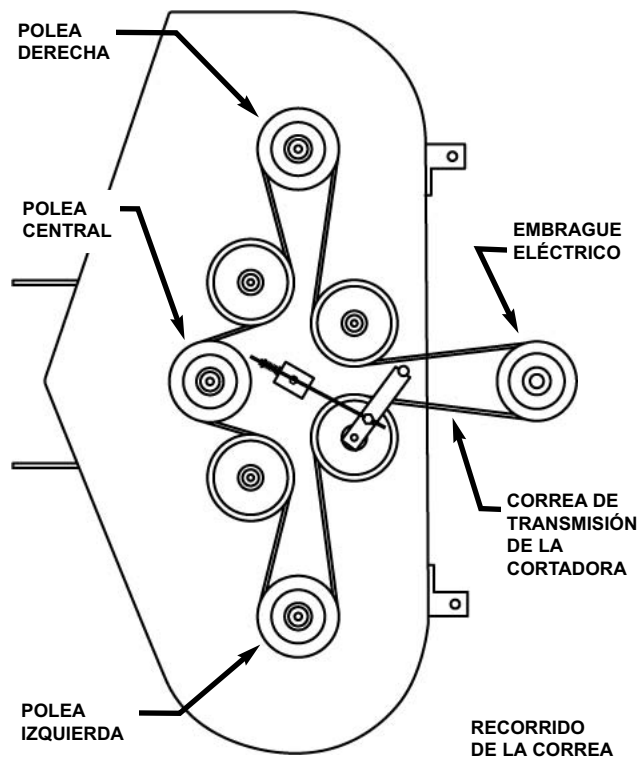

FIGURA 5.13
3. Retire la correa de transmisión vieja. Observe el recorrido de la correa. Vea la figura 5.13.
1. Pase la correa nueva por alrededor de las poleas de las cuchillas, la polea tensora y la polea del embrague en la misma posición en que estaba la correa vieja. Vea la figura 5.13.